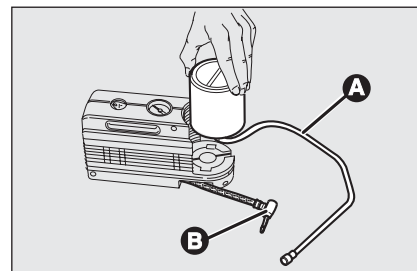

fig. 17
- déclencher la jonction **B-fig. 17**;